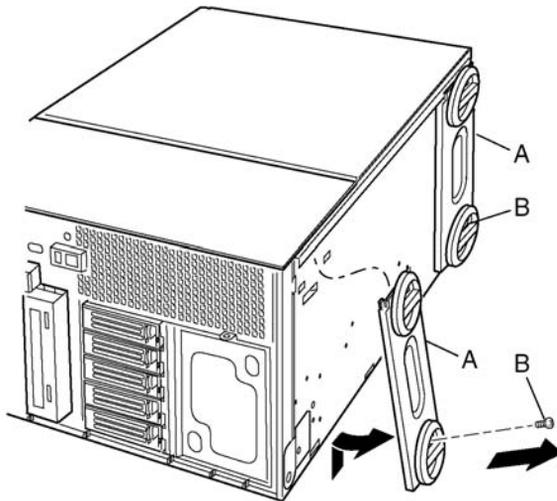

Abbildung 63 - Entfernen der
- 1 Platzieren Sie das Chassis so auf die Werkbank, dass es auf seiner Unterseite liegt (Abbildung 63, A) und die Standfüße sich auf der rechten Seite befinden.
- 2 Entfernen Sie die Schraube (Abbildung 63, B) die den vorderen Fuß am Chassis befestigt. Schieben Sie den Fuß nach oben und entfernen Sie ihn.
- 3 Entfernen Sie die Schraube (Abbildung 63, B) die den hinteren Fuß am Chassis befestigt. Schieben Sie den Fuß nach oben und entfernen Sie ihn.